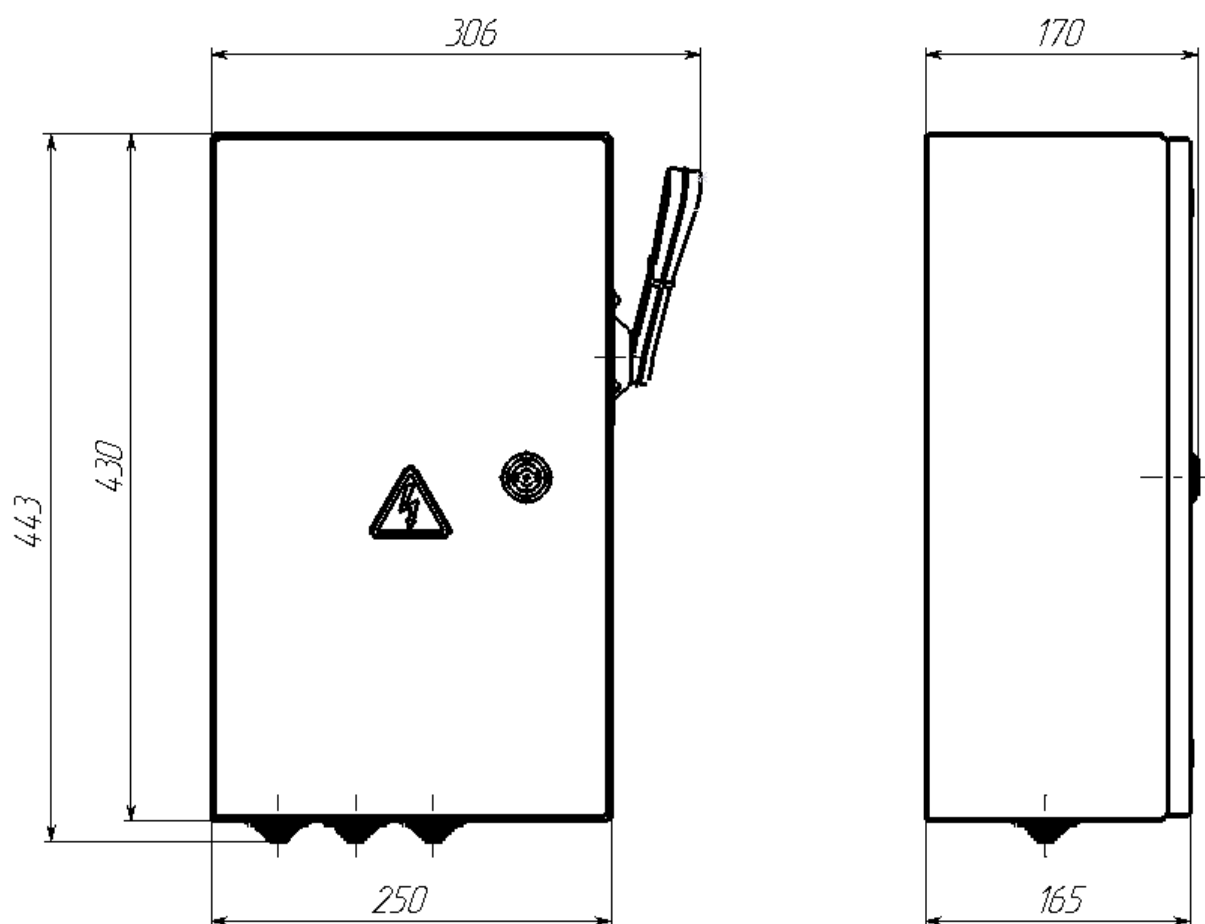

Рис.1 Внешний вид, габаритные и установочные размеры корпуса ящика силового ЯРП-100П-Узола.
2.13 Габаритные и установочные размеры	- см. рис.1;